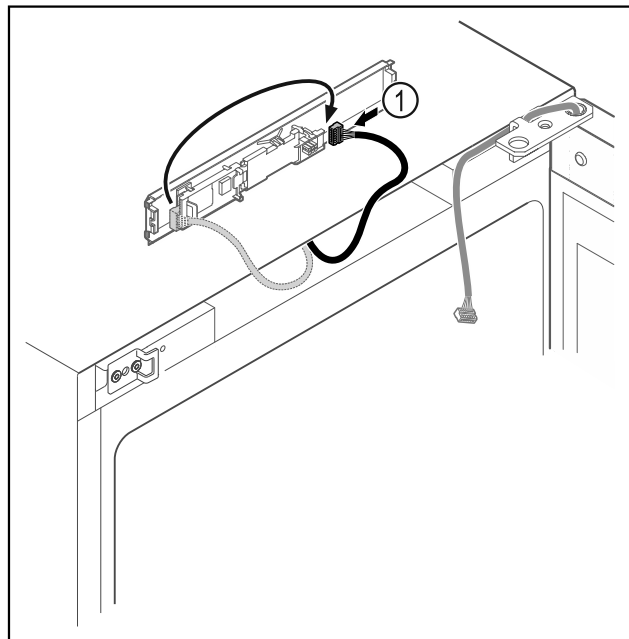

Fig. 15
- ▶ Zmeňte zapojenie zástrčky Fig. 15 (1) na doske plošných spojov.